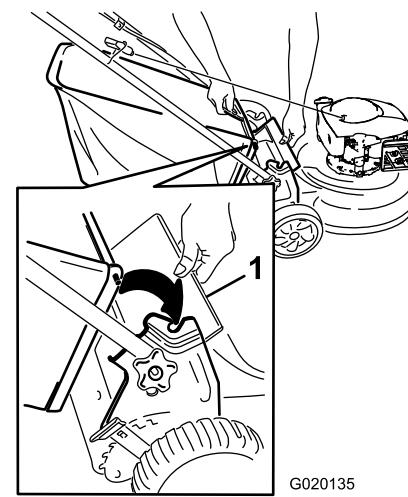

Bild 15
2. Setzen Sie den Fangkorbgriff in die Kerben an den Griffhalterungen ein und stellen Sie sicher, dass er fest sitzt (Bild 15).
1. Heben Sie das hintere Ablenkblech an (Bild 15).